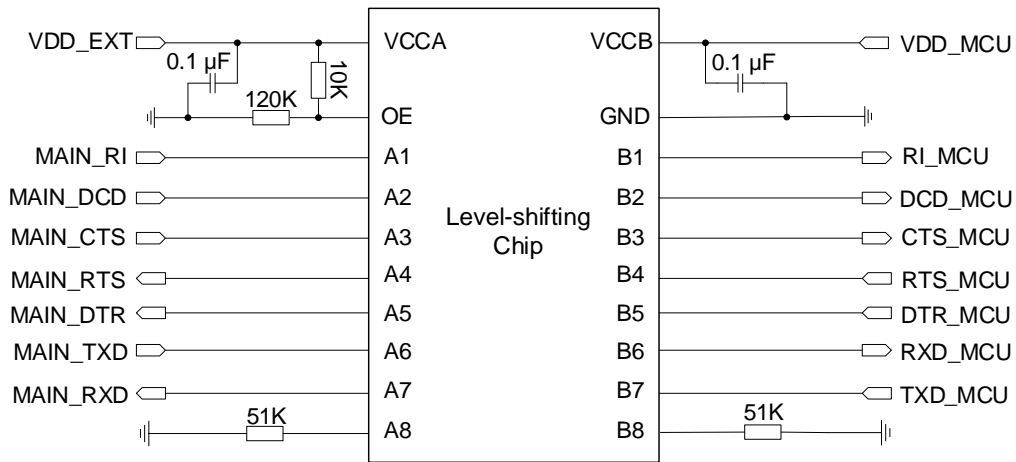
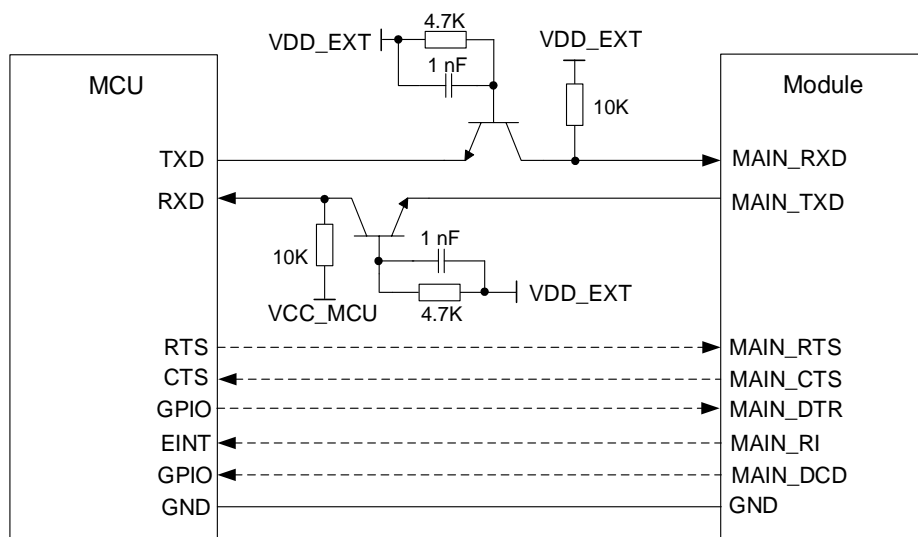

图 21: 电平转换芯片参考电路 (主 UART)
图 22: 三极管电平转换参考电路 (主 UART)
3. 电平转换参考电路（图 21 和图 22）以主 UART 为例，辅助 UART 的电平转换电路与主 UART 连接方式相同。